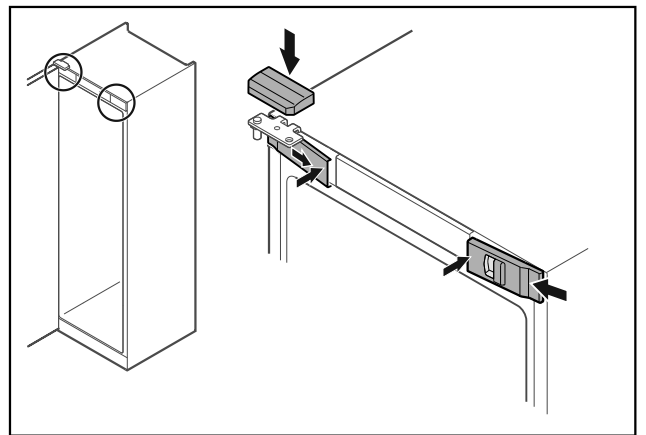

Fig. 51
- Accrocher les caches avant Fig. 51 (1) par les côtés et les enclencher en appuyant sur l'intérieur.
- Insérer le cache supérieur Fig. 51 (2) par le haut.